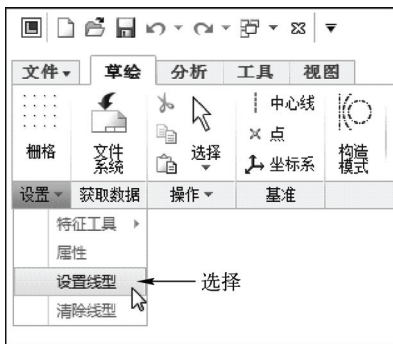

图 3-48 选择“设置线型”选项
STEP 02 在功能区选项板的“草绘”选项卡中, 单击“设置”面板中的“设置”右侧的下拉按钮, 在弹出的列表框中选择“设置线型”选项, 如图 3-48 所示。